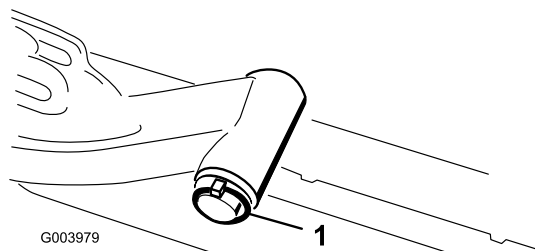

図 8
- A. 昇降アームピボットのシャフトを昇降アームに固定しているリンチピンとワッシャを外し、昇降アームからピボットのシャフトを抜き出す [図 8]。
C. 昇降アームのシャフトを昇降アームに通して、ワッシャとリンチピンで固定する [図 8]。